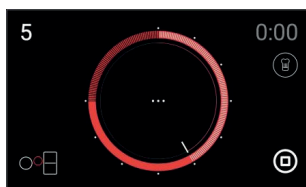
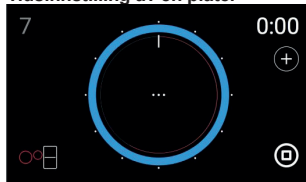

fig. 5
fig. 6
- 1 Velg det området hvor man ønsker å lage mat ved å klikke hvor som helst på den. Kanten rundt sonen vil da lyse rødt. Etter at man har valgt et område, byttes det automatisk over til skjermen "styrkevalg" (fig. 5).
- 2 Ved å la fingeren gli over ringen som viser styrke eller ta på et punkt i ringen, så velger man et effektnivå mellom "0" og "9" eller "Power"-funksjonen (siste fjerdedel av styrkeringen). Når styrkenivået har blitt valgt vil det vises øverst til venstre på skjermen (fig. 5).
På skjermen "styrkevalg" (fig. 5) kan
- 1 Berør ikonet 0:00 (fig. 5). Styrkeringen blir blå noe som indikerer at funksjonen er tilgjengelig. Innenfor denne vil de dukke opp en ny tynnere rød ring som viser den valgte strømstyrke (fig. 6).
Hvis du ønsker å konfigurere strømstyrke, trykker du på angitt strømnivå i øvre venstre hjørne av skjermen (fig. 6).
- 2 Trykk på ikonet 0:00 (fig. 5), og la fingeren gli over ringen tid for å endre den innstilte tiden.
- 2 Trykk på ikonet 0:00 (fig. 5), og la deretter fingeren gli over ringen for å redusere tiden til 00:00. Nedtellingen blir annullert.